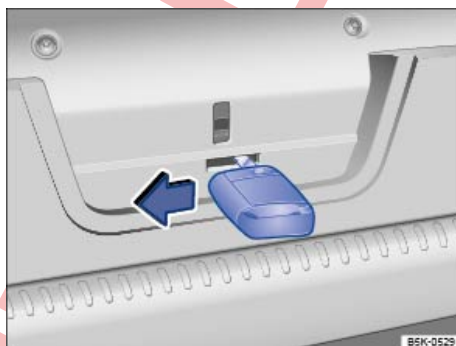

Fig. 261 En el maletero: desbloqueo del portón trasero.
- Introduzca el paletón en el orificio del portón trasero ⇒ fig. 261 y presione la palanca de desbloqueo en el sentido de la flecha. Al mismo tiempo empuje el portón hacia fuera hasta que se abra.